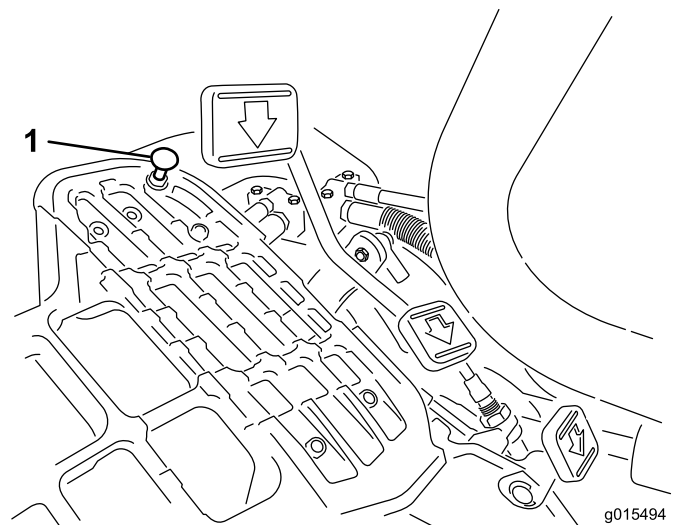

Bild 48
Treten Sie auf das Gaspedal. Wenn das Pedal den Anschlag erreicht (Bild 48), bevor das Kabel gespannt ist, müssen Sie die Einstellung ändern:
1. Lösen Sie die Bundsicherungsmuttern, mit denen der Pedalanschlag an der Bodenplatte befestigt ist (Bild 48).